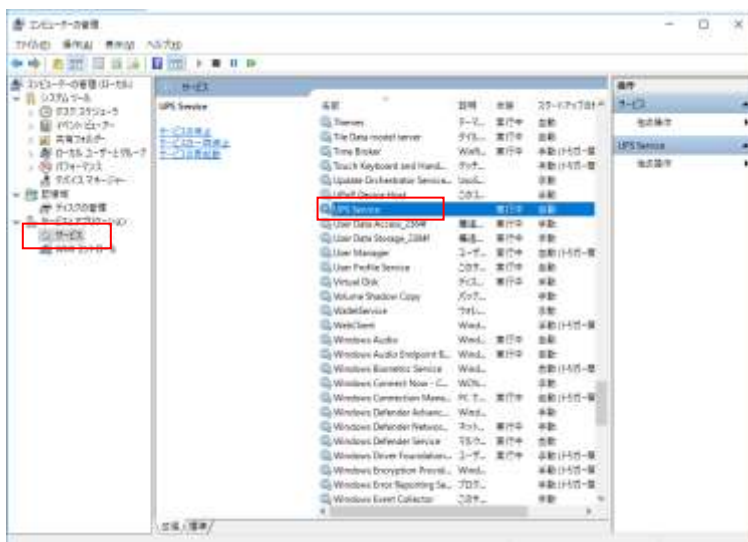

図 2-14-4-1. サービスの一覧
- ① コントロールパネルの「管理ツール」をダブルクリックしコンピュータの管理を開きます。
- ② 「サービス」をクリックし、サービスの一覧を開きます。(図 2-14-4-1)